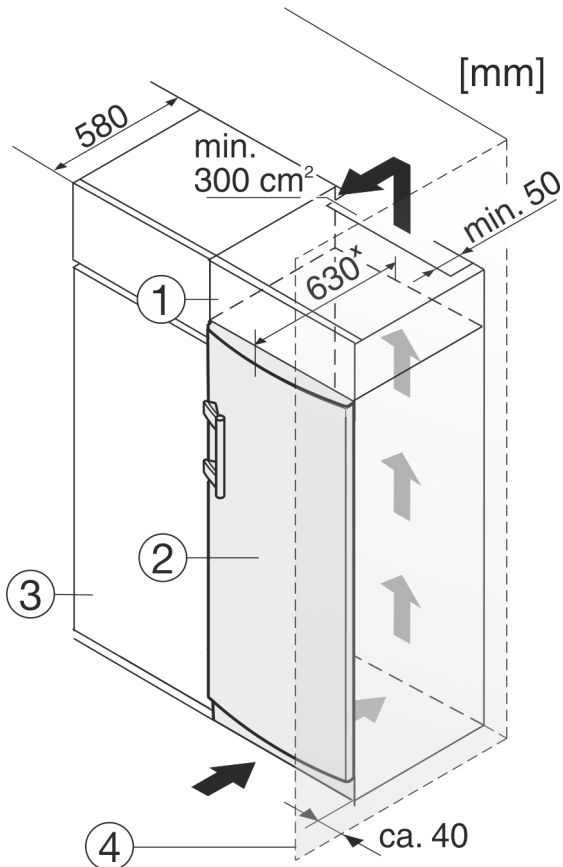

Fig. 12
- (1) Pealiskapp (2) Seade (3) Köögikapp (4) Sein
Seadet saab köögikappidega ümbritseda. Kohandamiseks seadet Fig. 12 (2) köögitasapinna kõrgusele, saab seadme kohale paigaldada pealiskapi Fig. 12 (1).
Köögikappidesse sisseehitamisel (sügavus max 580 mm) võib seadme vahetult köögikapi Fig. 12 (3) kõrvale üles panna. Seade ulatub 34 mm * ja seadme keskoht 50 mm * köögikapi esiküljest ettepoole.
Kui seade pannakse šarniiridega sein Fig. 12 (4) kõrvale üles, siis tuleb pidada kinni seadme ja seinavahekaugusest vähemalt 40 mm. See vastab käepideme üleulatusele avatud ukse korral.